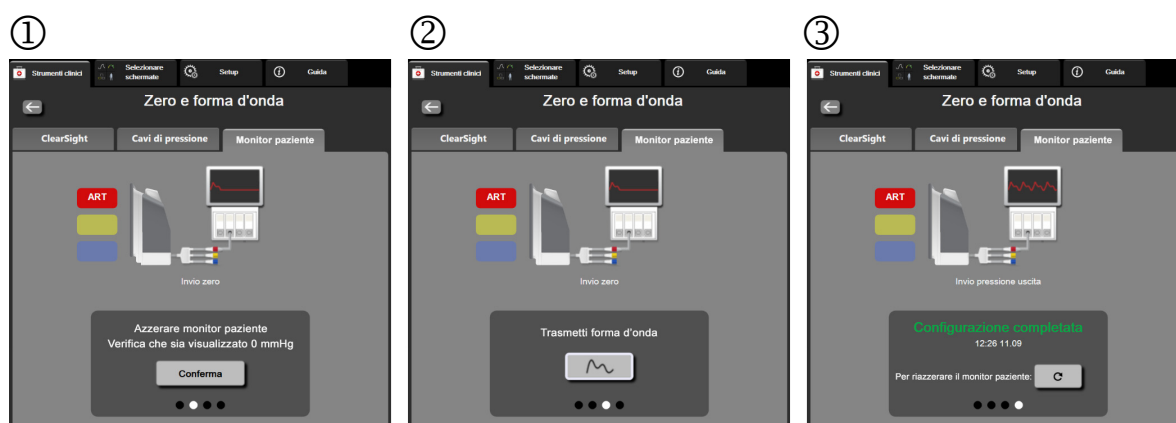

Figura 11-8 Trasmissione della forma d'onda della pressione arteriosa al monitor paziente
- 5 Azzerare il monitor paziente e confermare che venga visualizzato 0 mmHg. Toccare **Conferma**. Vedere ① nella figura 11-8.
- 6 Toccare l'icona **Trasmetti forma d'onda**  per avviare la trasmissione del segnale di pressione al monitor paziente. Vedere ② nella figura 11-8.
- 7 Viene visualizzato il messaggio **“Configurazione completata”** quando la forma d'onda in tempo reale viene trasmessa al monitor paziente collegato. Vedere ③ nella figura 11-8.